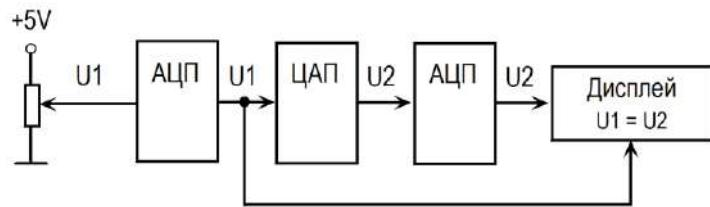
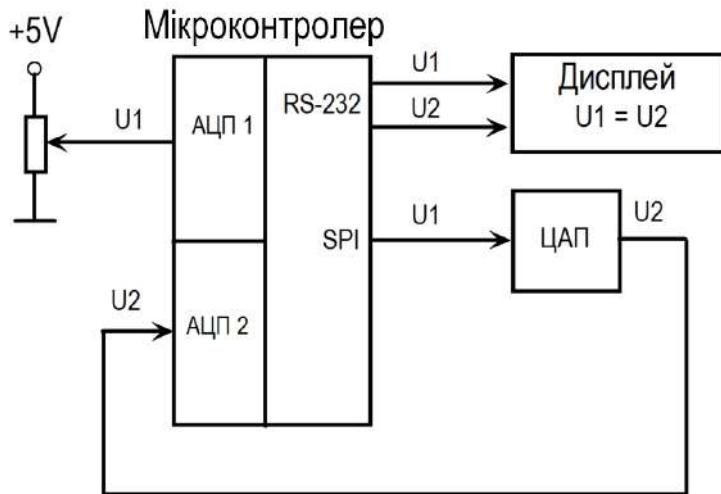

Рисунок 3.4.1 – Структурна схема підключень
Рисунок 3.4.2 – Функціональна схема підключень
- 1) для варіанту АПК намалювати принципову схему підключення відповідно до варіанту для виконання лабораторного практикуму та у відповідності зі структурною і функціональною схемою (рис. 8.1, рис. 3.4.2);
- 9) на **АПК** зкумутувати схему підключення. Підключити потенціометр, вольтметр АЦП і ЦАП відповідно до варіанту для виконання лабораторного практикуму у відповідності з рис. 3.4.1, рис. 3.4.2;
Структурна схема підключень виглядає у такий спосіб (рис. 3.4.1):
Функціональна схема підключень виглядає у такий спосіб (рис. 3.4.2):